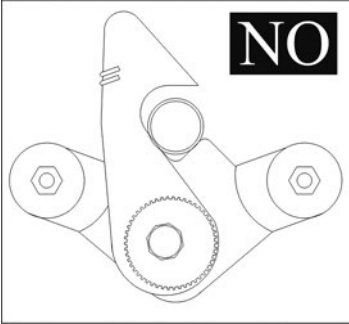
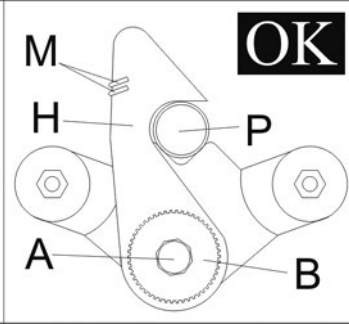
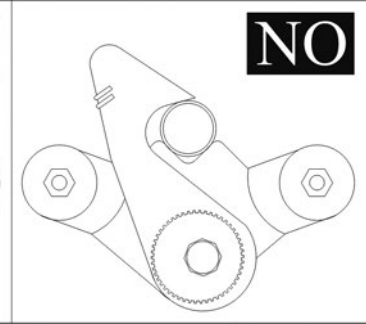

Fig. 50
Fig. 51
Fig. 52
- Verificare che le due molle (M) spingano efficacemente il gancio (H) contro l'elemento (P) del manubrio.
- Verificare che il gancio (H) aderisca completamente e senza gioco all'elemento (P), come mostrato in Fig. 50.
**Non condurre il ciclomotore se il gancio manubrio si trova in una delle posizioni errate mostrate nelle Fig. 51 e 52 oppure se le molle spingono poco o male il gancio stesso.**
Se il gancio assume la posizione errata illustrata in fig. 51 (cioè se il gancio non aderisce completamente all'elemento (P) del manubrio) o in fig. 52 (cioè se il gancio ha del gioco rispetto all'elemento (P)), ripristinare la posizione corretta, mostrata in fig. 50, nel seguente modo:
- Allentare la vite (A)
- Far girare l'anello eccentrico (B) in un senso o in nell'altro, per una frazione di giro, finché il gancio (H) assume la posizione mostrata in Fig. 50
- Serrare la vite (A).
- Check that the two spring (M) push powerfully the hook (H) against the handlebar stem (P).
- Check that the hook adheres completely and without slack to the handlebar stem (P), as shown in Fig. 50;
**Never ride the motorbike as the handlebar hook is in one of the wrong positions shown in Fig. 50 and 51 or if the springs push the hook weakly or wrongly.**
If the hook is in the wrong position shown in Fig. 50 (i.e. the hook does not adhere completely to the stem) or in Fig. 51 (i.e. there is a play between the hook and the stem (P)), readjust the hook to the right position, shown in Fig. 50, as follows:
- Loosen the screw (A)
- Turn the eccentric ring (B) in one or in the other way, for a fraction of turn, until the hook (H) reaches the position shown in Fig. 50;
- Tighten the screw (A)
- Check again for the proper position of the hook (H) by folding and unfolding the handlebar.
- Prüfen Sie, ob die zwei Federn (M) den Schnapper (H) kräftig genug gegen das Bauelement (P) des Lenkers drücken.
- Prüfen Sie, ob der Schnapper (H), wie in Abb. 50 dargestellt, vollständig und ohne Spiel an Bauelement (P) anliegt.
**Das Moped nicht verwenden, wenn sich der Schnapper an der Lenkerstange in einer der in Abb. 51 und 52 dargestellten Fehlpositionen befindet oder die Federn unzureichenden Druck auf den Schnapper ausüben.**
Bewegt sich der Schnapper in die in Abb. 51 oder 52 dargestellte Fehlposition (liegt er also nicht vollständig am Bauelement (P) des Lenkers an oder besteht Spiel zum Bauelement (P)), stellen Sie die in Abb. 50 gezeigte korrekte Position wie folgt ein:
- Schraube (A) lösen.
- Den Exzenterring (B) den Bruchteil einer Drehung nach links oder rechts drehen, bis sich der Schnapper (H) in der in Abb. 50 gezeigten Position befindet.
- Schraube (A) festziehen.
- Vérifiez que les deux ressorts (M) poussent efficacement le crochet (H) contre la colonne (P) du guidon.
- Vérifiez que le crochet (H) soit en contact complet et sans jeu avec la colonne (P), comme montré en Fig. 50.
**Ne conduisez jamais le cyclomoteur si le crochet du guidon est dans une des positions déréglées montrées en Fig. 51 et 52 ou si les ressorts poussent faiblement ou mal le crochet.**
Si le crochet est dans la position déréglée montrée en Fig. 51 (c.à.d. le crochet n'est pas complètement engagé à la colonne (P) du guidon) ou en Fig. 52 (c.à.d. il y a du jeu entre le crochet et la colonne (P)), rétablissez la position correcte, montrée en Fig. 50, comme suit:
- Desserrez la vis (A)
- Faites tourner la rondelle excentrée (B), dans un sens ou dans l'autre, pour une fraction de tour, jusqu'à ce que le crochet (H) se place comme montré en Fig. 50
- Bloquez à nouveau la vis (A)
- Contrôlez à nouveau si la position du crochet (H) est correcte en pliant et dépliant le guidon.